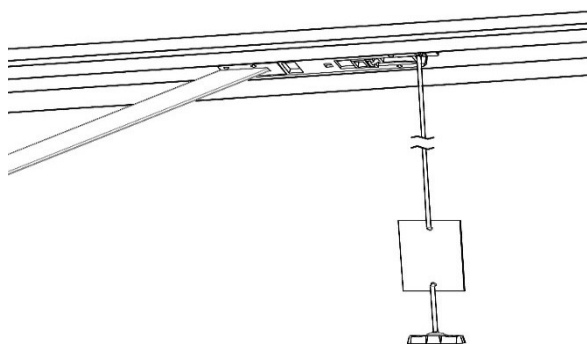

Figura 10.
- O motor é equipado com um sistema de desbloqueio para desengatar manualmente o cursor e assim poder mover a porta manualmente enquanto segura a alavanca para baixo, (**figura 10**), puxe o cabo para soltar o carrinho, para voltar a engatar simplesmente executar em modo automático ou mover a porta com a mão até que o carrinho se engate novamente.